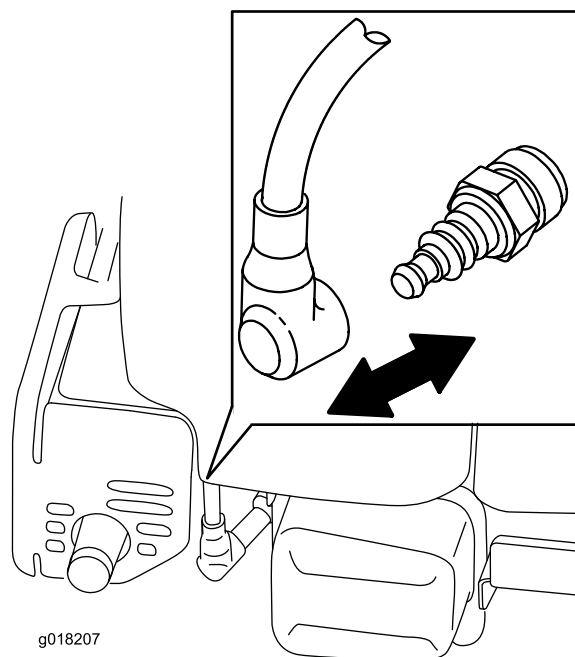

Рисунок 15
2. Отсоедините провод от свечи зажигания (**Рисунок 15**), прежде чем выполнять любые процедуры технического обслуживания.